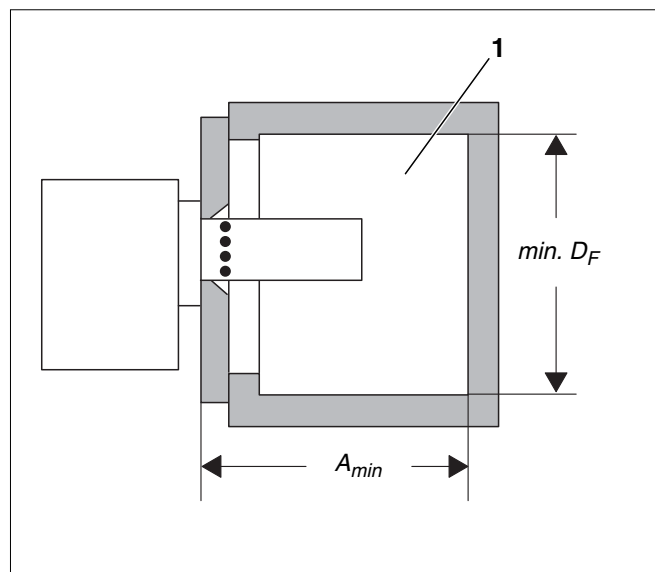

Fig. 6 Cámara de combustión
La asignación de la dimensión del quemador a la potencia definida de una caldera así como los requerimientos mínimos a la cámara de combustión (fig. 6, **pos. 1**) constan en la tabla presentada a continuación (tab. 2).